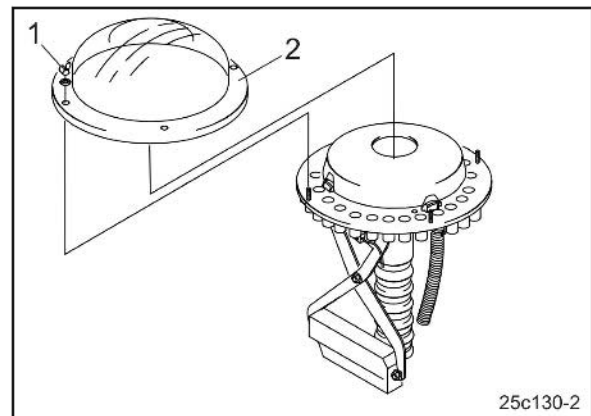

Fig. 109
4. Flügelmutter (Fig. 109/1) lösen und die durchsichtige Kunststoffkappe (Fig. 109/2) vom Verteilerkopf abziehen.
6. Kunststoffkappe (Fig. 109/2) montieren.
7. Kunststoffkappe mit Flügelmutter (Fig. 109/1) befestigen.